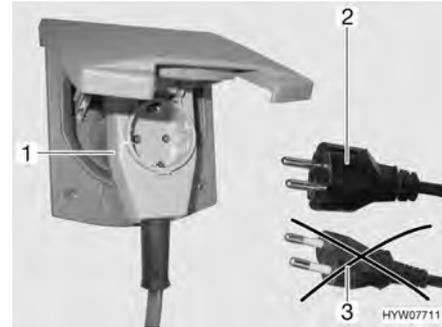

Fig. 103 Raccordement à un adaptateur coudé avec prise de courant
- ▶ Lors de l'utilisation d'un adaptateur coudé CEE 17 muni d'une prise à l'arrière (Fig. 103,1), se servir uniquement d'un connecteur en caoutchouc et scellé IP 44 avec contact de mise à la terre (Fig. 103,2). Ne pas utiliser de connecteur sans contact de mise à la terre (Fig. 103,3).